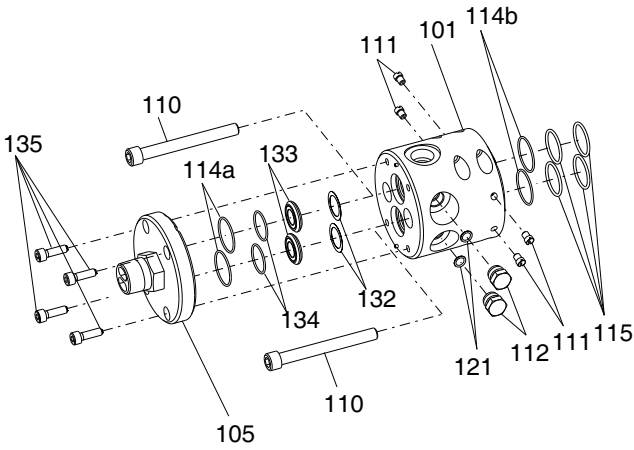

图 6
8. 将 O 形圈 (119) 安装到空气帽 (104) 上。将空气帽拧紧到气壳上 (102)。用 30 英尺磅（41 牛·米）的扭力拧紧。
9. 在流体外壳 (101) 内部安装四个全新的 O 形圈 (115)，并在凹槽内安装两个 O 形圈 (114b)。涂抹润滑脂。参见图 6。
10. 安装全新的 O 形圈 (121) 并重新安装插头 (112)。
11. 将空气部分 (102) 推入流体外壳 (101)。安装全新垫圈 (132)、阀座 (133) 和全新 O 形圈 (134)。将螺丝 (110) 拧紧固定到流体外壳 (101) 上。用 40-45 英尺磅（54.2-61.0 牛·米）的扭力拧紧
12. 安装全新的 O 形圈 (114a) 并重新安装出口外壳 (105)。将四个螺丝 (135) 拧紧到出口外壳 (105) 上。用 30-35 英尺磅（40.7-47.5 牛·米）的扭力拧紧。